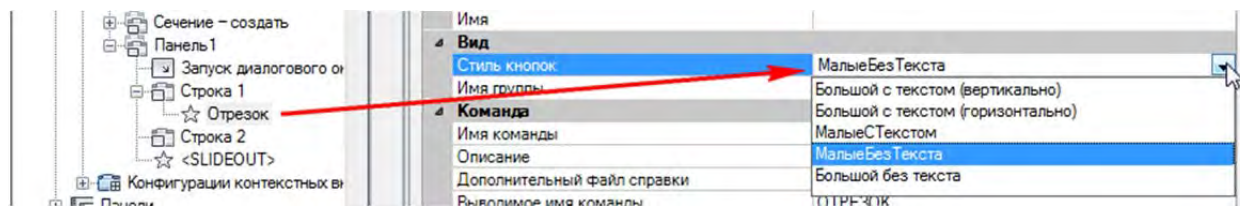

Рисунок 2.5 Свойства кнопок
5. Перетащите команду из панели «Список команд» в строку, вложенную панелью или раскрывающийся список на панели (рисунок 2.5).
Для того, чтобы максимально использовать возможности настройки отображения панели, сперва следует рассмотреть стили кнопок команд на панели. После размещения команды на панели стиль отображения кнопки можно изменить на панели «Свойств» при выбранной команде на панели адаптации (рисунок 2.5).